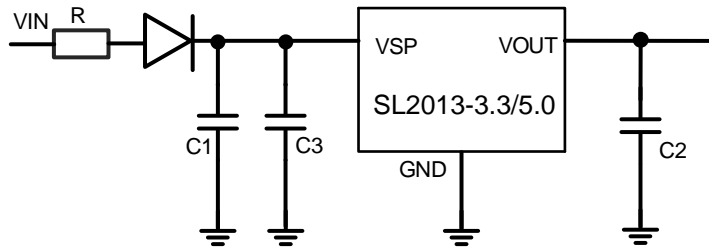
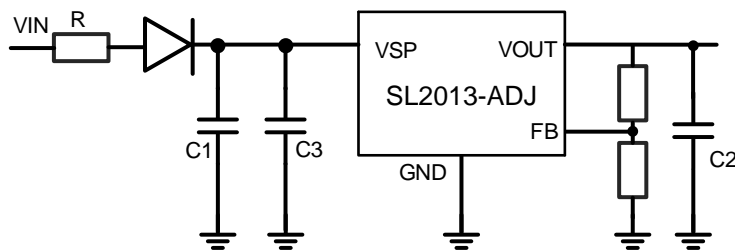

图 5-1 SL2013-3.3/5.0 应用电路
图 5-2 SL2013-ADJ 应用电路
2) 图 5-1 和图 5-2 给出了一种典型应用电路。为了确保控制环稳定，SL2013 输出端需要一个容值至少 1 $\mu$ F、ESR 最大 4R 的输出电容，其中钽电容和多层陶瓷电容都合适。
4) 为了缓冲电源线影响,可在图 5-1 所示的应用电路中的输入端增加了一个 470uF 的电解电容 C3。特别是器件由几米长的电源线供电,则推荐增加该电容。